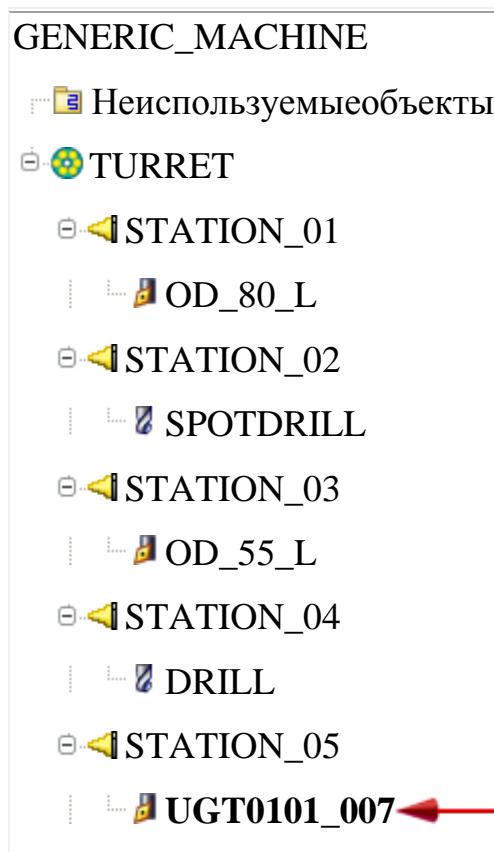

Рисунок 18 Окно «Результаты поиска»
23. В окне «Результаты поиска» выберите ugt0101_007 в списке «Библиотечные ссылки» (рисунок 18).